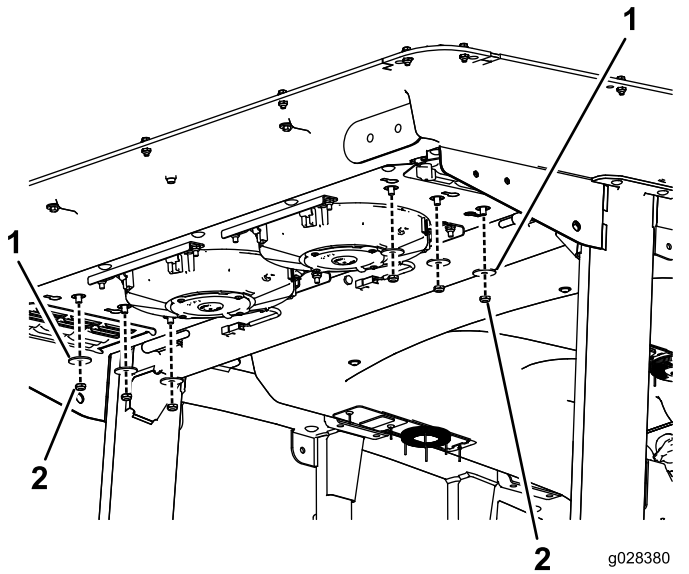

Figure 114
- Retirez les 6 écrous et rondelles au bas de l'arrière de la cabine (Figure 114).